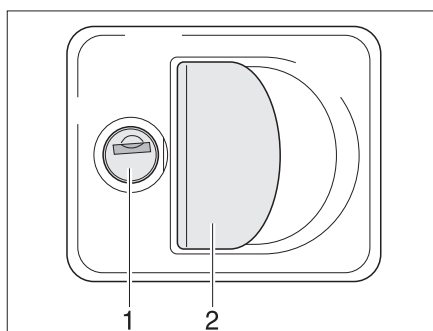

Fig. 55 Cerradura de la trampilla con tirador concha
- Introducir la llave en el cilindro de cierre (Fig. 55,1) y girarla un cuarto de vuelta. La cerradura de la trampilla está desbloqueada.
- Tirar del asidero de la cerradura (Fig. 55,2). La trampilla exterior está abierta.